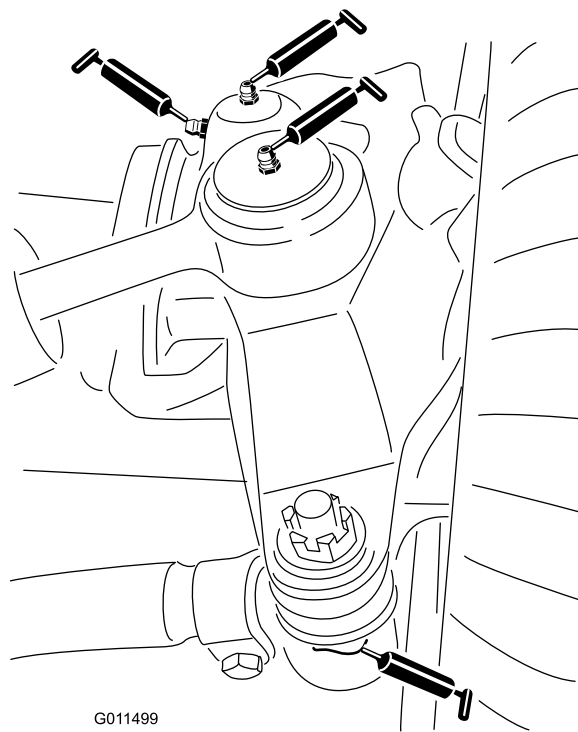

図 39
- ステアリングシリンダのボールジョイント2ヶ所 図 39
- タイロッドのボールジョイント2ヶ所 図 39
- キングピンのブッシュ2ヶ所 図 39。